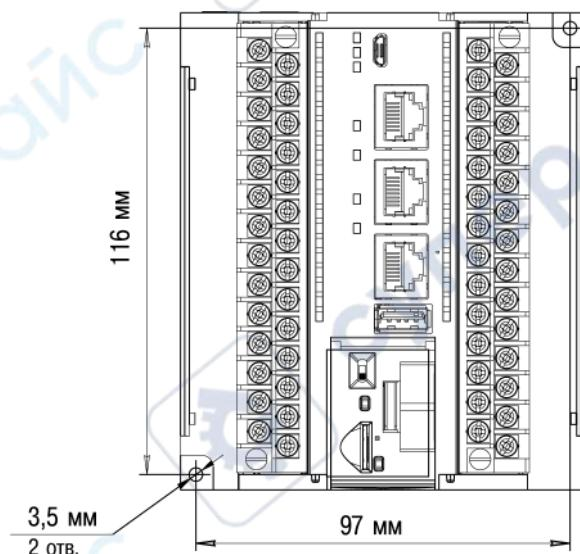

Рисунок 4.4 – Монтажные размеры
- Закрепить прибор на DIN-рейке или на вертикальной поверхности при помощи винтов. Монтажные размеры указаны на рисунок 4.4.